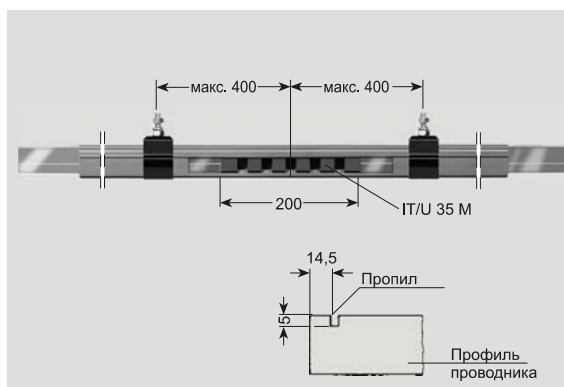

Рисунок 7: Место разъединения
Последовательность работ при установке изоляционных деталей (рис. 7):
- Запилить профиль контактного рельса на верхнем конце (рис. 7), сдвинуть к цапфе изоляционной детали и загнуть язычки в канавки цапфы.